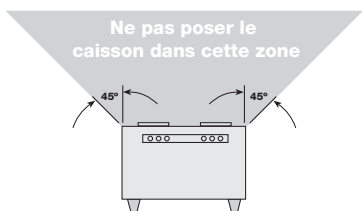

Figure 3
5. Ces caissons ne sont pas conseillés pour les applications d'aspiration de vapeurs de cuisson. Ils sont conçus essentiellement pour l'aspiration d'air propre à basse température. La Figure 3, à la page 6, indique la distance minimale de placement de ces caissons par rapport à l'équipement de cuisson.
1. Pour obtenir des résultats optimaux, choisir l'emplacement de manière à limiter au maximum la longueur du conduit et le nombre de coudes. Ne pas poser à proximité d'équipement de cuisson, voir Figure 3.